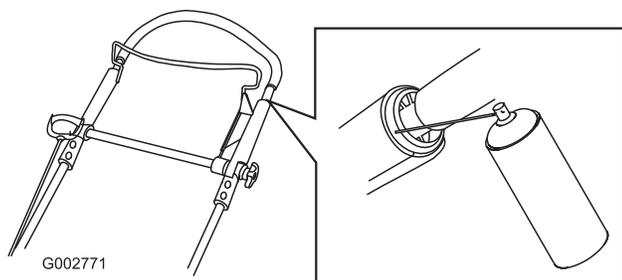

Figura 45
1. Spruzzate il prodotto sull'estremità esterna di plastica della parte interna della stegola (Figura 45).